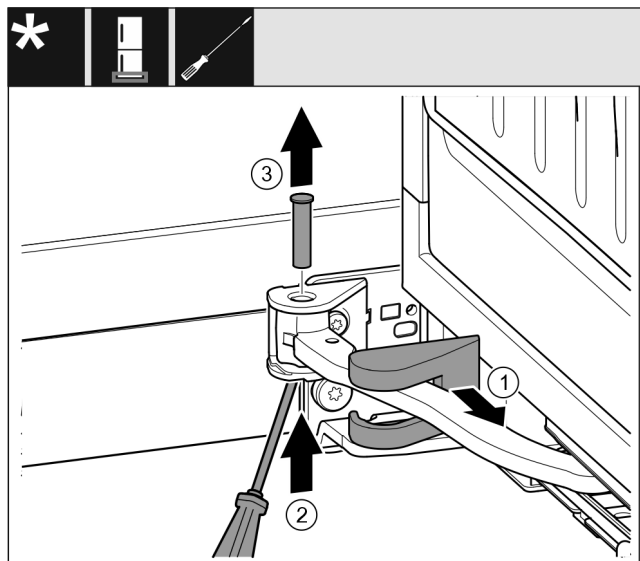

Fig. 15
- ▶ Noņemiet gultņa balsta pārsegu un bīdiet gar šarnīru. Fig. 15 (1)
- ▶ Paceliet no apakšas tapu ar pirkstu vai skrūvgriezi. Fig. 15 (2)
- ▶ Ievietojiet skrūvgriezi zem tapas galvas un izvelciet. Fig. 15 (3)